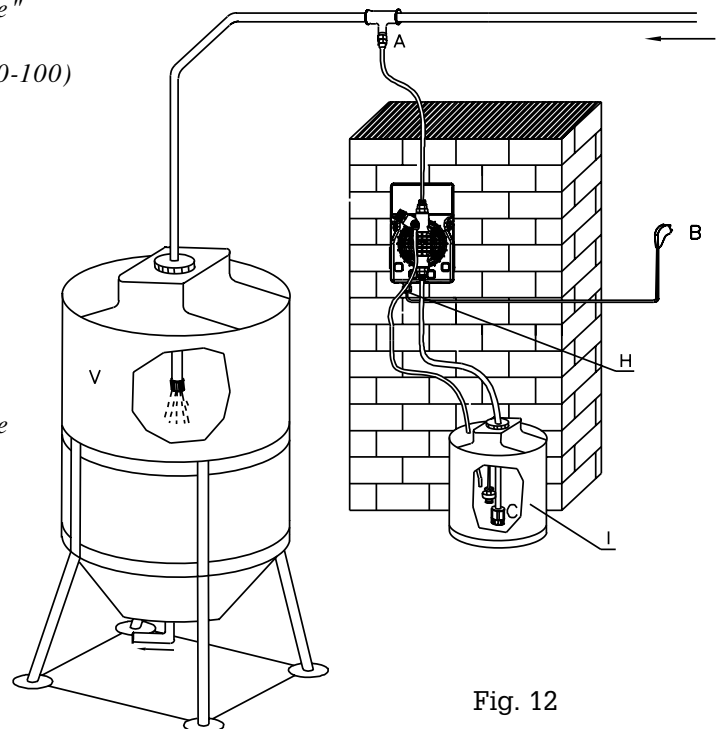

Fig. 12
6.2 - ESQUEMA TÍPICO DE INSTALACIÓN (Fig. 12)